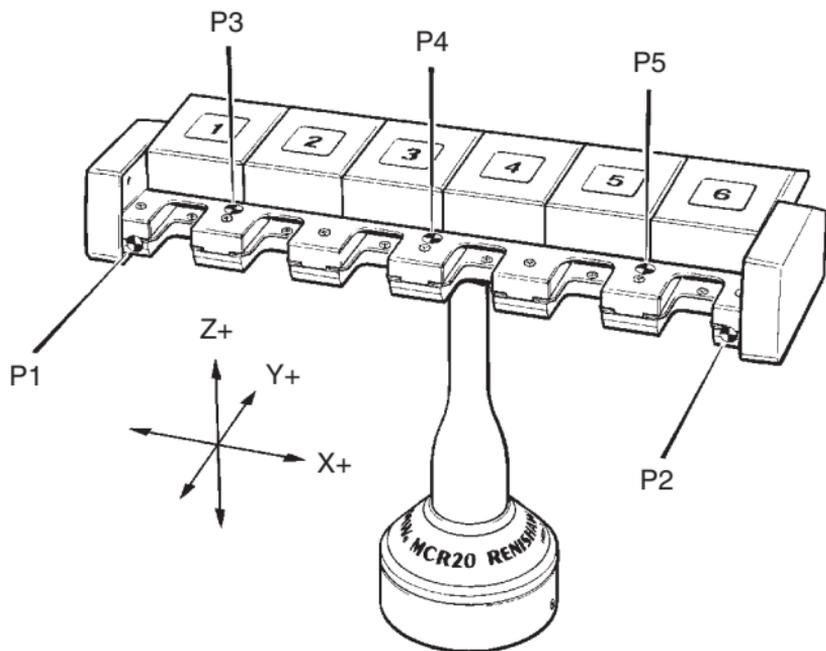

Figure 8 - Références du rack changeur de module MCR20
Pour aligner le rack changeur de module MCR20 sur votre MMT, procédez comme suit (voir Figure 8) :
3.5.2 Détermination de la profondeur d'accostage (Y)
Pour déterminer la profondeur d'accostage (Y) des ports MCR20, procédez comme suit (voir Figure 8).
3.5.3 Détermination de la hauteur d'accostage (Z)
Pour déterminer la hauteur d'accostage (Z) des ports MCR20, procédez comme suit (voir Figure 8).